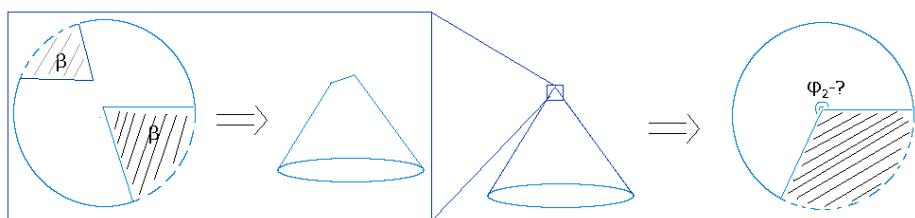

Рис. 2. Удаление второго сектора в конусе.
**3. Поясните, как рассчитать эффективный угол развертки  $\phi_2$  (рис. 2), если на небольшом (по сравнению с размерами конуса) расстоянии от его вершины удалить дополнительный сектор с углом  $\beta$ , равным углу ранее удаленного сектора. (1,5 балла)**